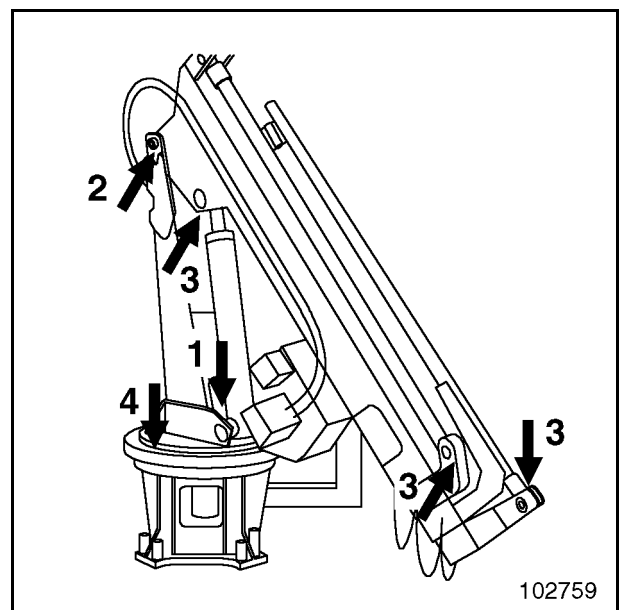

Fig. 3-113
- Regelmäßig und bei Bedarf alle Lager abschmieren und den Drehkranz mit einem Graphitspray einsprühen (Fig. 3-113)